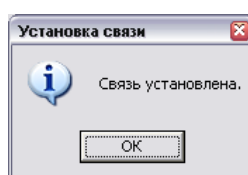

Рисунок 3.2
3.2.1.4. Если ТЦЭ обнаружен, то появляется сообщение «Связь установлена» (рисунок 3.2).